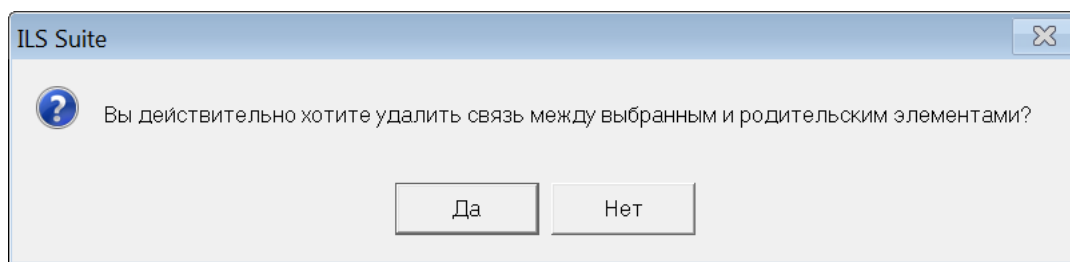

Рис. 11-82 – Диалоговое окно для подтверждения действия
- выбрать элемент ЛСИ в связанном окне «Логистическая структура объекта» и нажать кнопку «Удалить связь» панели «Правка». В открывшемся диалоговом окне нажать «Да» для подтверждения действия (рис. 11-82). Связь вида отказа с элементом ЛСИ будет удалена.